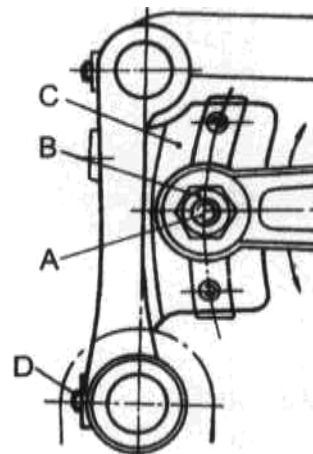

Рис.9
Після розкручування гвинтів (D, рис.9) на задній частині шатуна подавального механізму (С), механізм подачі з зубчастою рейкою можуть бути пересунуті в бік для встановлення зубчастої рейки в прорізи голкової пластини. Закрутіть гвинти (D).
На машині типу GK35-2С штифт (А, рис.9) для зміни довжини стібка доступний зовні. На машині типу GK35-6А, В та С корпус для різачка стрічки має бути прибраний для зміни довжини стібка.
Довжина стібка може бути відрегульована за допомогою підняття або опускання штифта (А, рис.9), який розташований на шатуні механізму, що подає. Опускання штифта (А) збільшить довжину стібка. Після розкручування гайки (В), штифт (А) може бути пересунутий. Після того, як було досягнуто необхідної довжини стібка, закрутіть гайку (В). Поставте кришку для ножа машини типу GK35-6A. В та С.